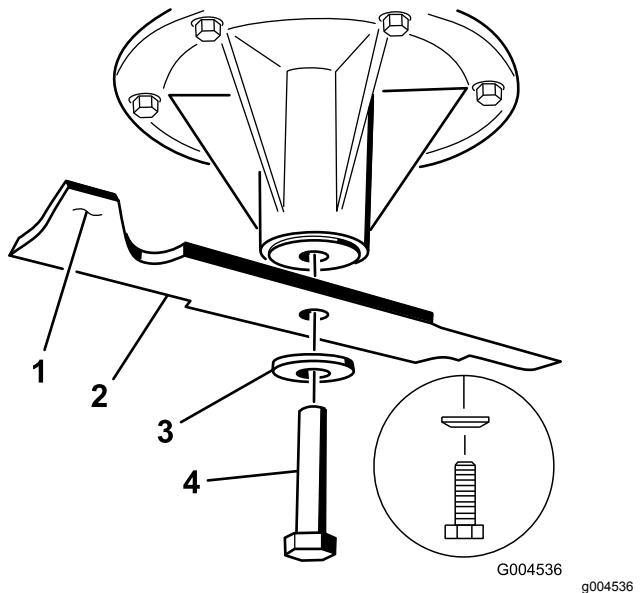

Figura 102
- Retire a cavilha da lâmina, a anilha curva, e a lâmina do eixo (Figura 102).